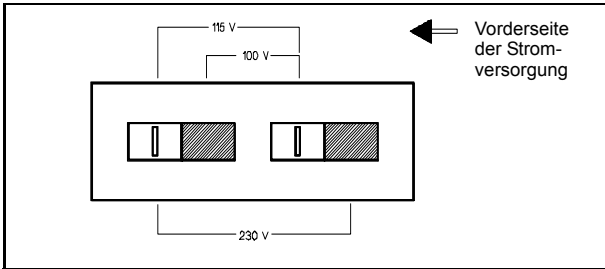

Abbildung 2. Netzspannungswähler (auf 115 Vac eingestellt)
- c. Der Netzspannungswähler befindet sich auf der Leiterplatte. Stellen Sie die beiden Schalter des Netzspannungswählers auf die örtliche Netzspannung ein (siehe Abbildung 2).